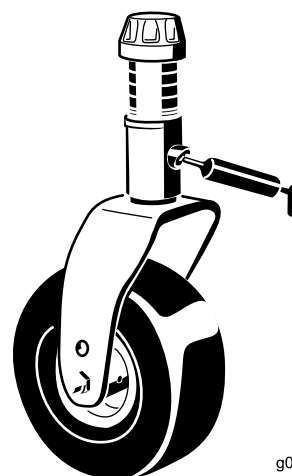

Bild 15
- Laufradgabel-Büchsen (2) (Bild 15)